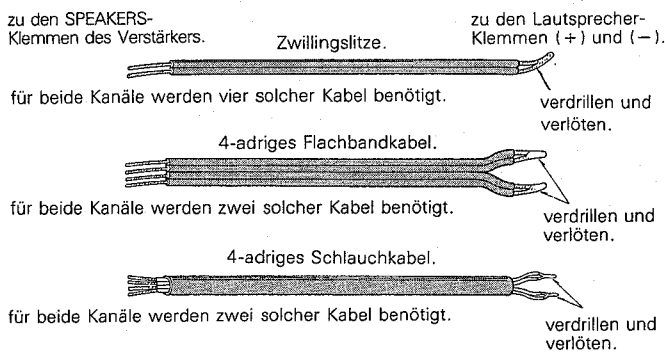

Fig. 2 Ersatzkabel für Σ -Spezialkabel
2. Falls die mitgelieferten Spezialkabel zu kurz sein sollten, können auch die auf Fig. 2 gezeigten, im Fachhandel angebotenen Kabel verwendet werden. Sie sollten jedoch so kurz wie möglich gehalten werden.